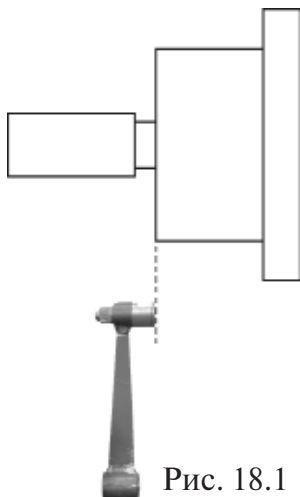

Рис. 18.1
18.2. Калибровка устройства измерения дистанции. Для оценки погрешности устройства ввода дистанции выдвиньте штангу ввода параметров и уприте ее палец в задний торец фланца вала, как показано на рис. 18.1. При этом на индикаторах 1 отображается символ А, а на индикаторах 4 величина введенной дистанции. Если величина дистанции на индикаторах 4 не равна  $4,5 \pm 0,2$ , то устройство ввода дистанции требует калибровки.